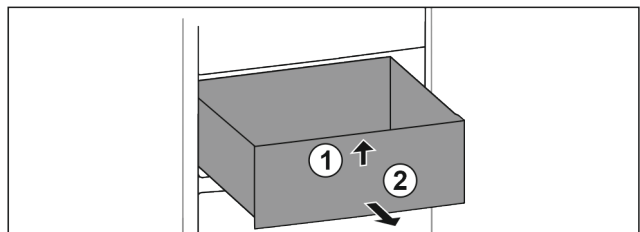

Fig. 89
- ▶ Приподнимите выдвижной ящик спереди. Fig. 89 (1)
- ▶ Извлеките выдвижной ящик движением вперед. Fig. 89 (2)